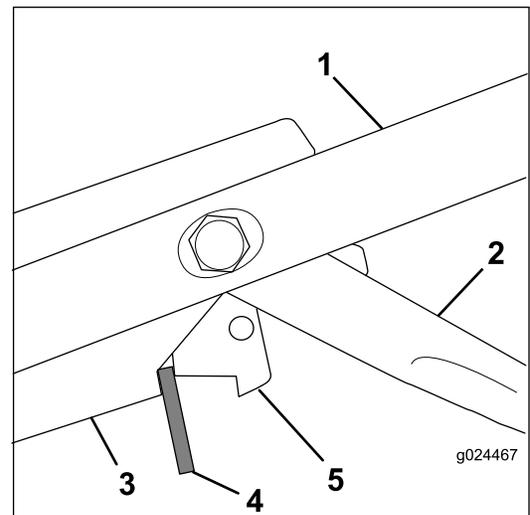

Bild 28
3. Legen Sie ein 8 mm dickes Distanzstück zwischen den Messerbremschaltbügel und die Schaltbügelhalterung am Bügel (Bild 28).